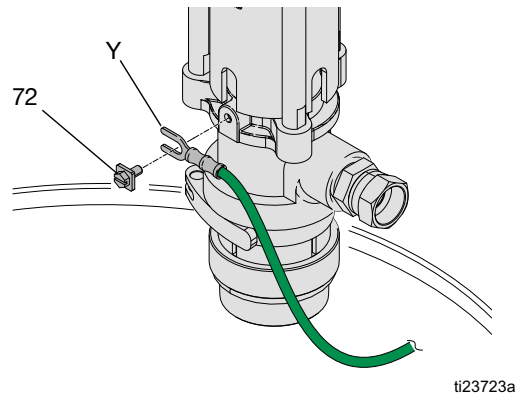

Рис. 9
Насос. подсоедините провод заземления (Y) к заземляющему винту (72) и надежно затяните винт. См. Рис. 9. Другой конец провода соедините с точкой физического заземления. Обеспечьте соответствие всем национальным, региональным и местным электротехническим правилам и нормам.